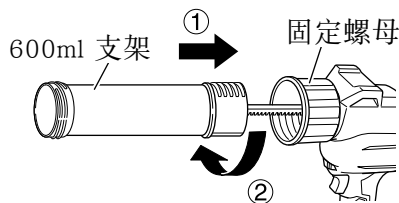

图 15
- (3) 用螺丝将机架把手安装到机架上。
- (4) 将 600ml 支架插入支架螺母并按箭头方向转动直至接触，以安装 600ml 支架。(图 15)